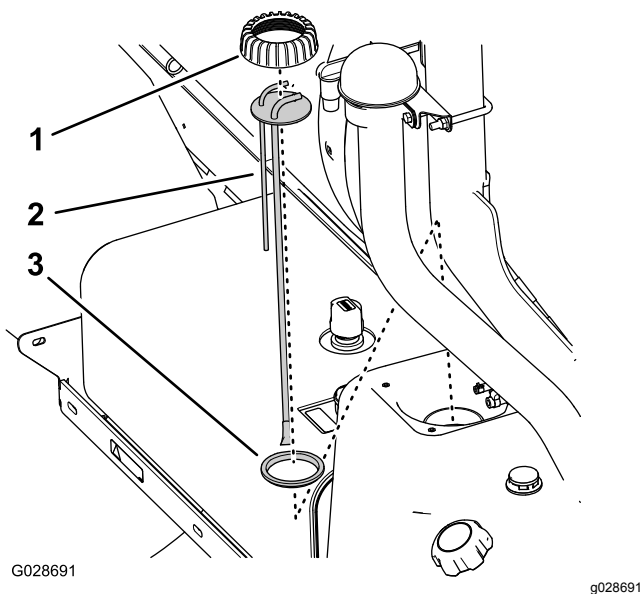

图 77
5. 逆时针旋转燃油立针管/传感器帽然后将其取下 图 77。
6. 从油箱中提起燃油立针管/传感器组件图 77。
1. 将立针管帽装到立针管上然后将立针管放到密封件上图 77。
2. 将立针管帽、立针管和密封件与油箱对齐将新的立针管组件小心插入油箱图 77。
3. 将立管帽螺到油箱颈上然后用手拧紧立管帽图 77。